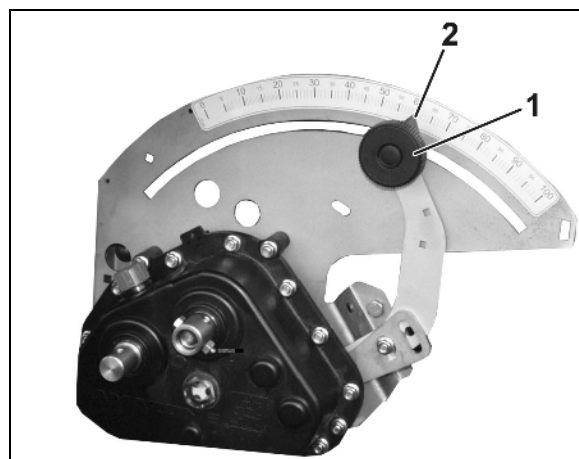

Рис. 98
5. Ослабьте фиксатор (Рис. 98/1) рычага редуктора.
6. Установите указатель рычага редуктора (Рис. 98/2) в одно из следующих положений:
7. Затяните фиксатор (Рис. 98/1).